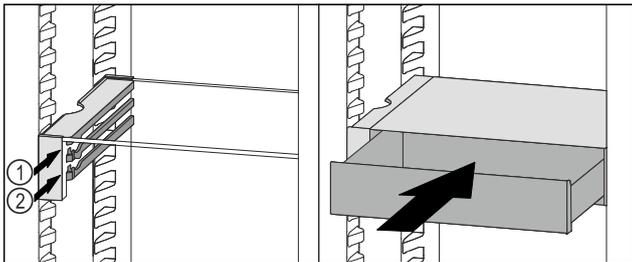

Fig. 91
- ▶ VarioSafe-Schubfach hinter den Stopperrücken auf gewünschter Rippe Fig. 91 (1) oder Fig. 91 (2) aufsetzen.